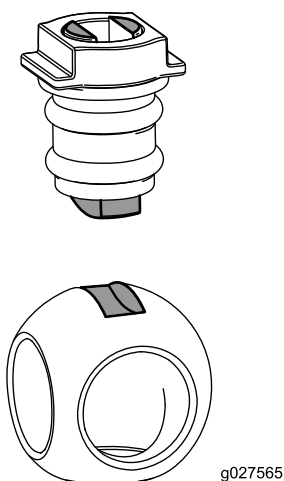

Figura 74
6. Introduza a bola no corpo da válvula (Figura 74).
Nota: A haste da válvula deve encaixar dentro da ranhura de acionamento da bola. Se a haste da válvula não encaixar, ajuste a posição da esfera (Figura 74).